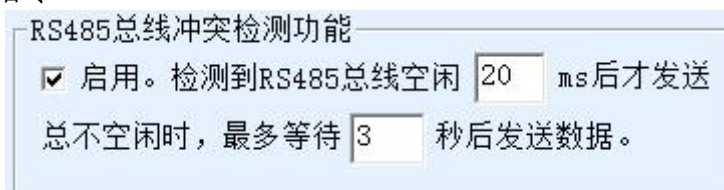

图 45 RS485 防冲突空闲时间
1. 图 45 所示为“RS485 总线防冲突时间”，一般可以设置为参数配置界面右下角的“数据包间隔”的两倍，但是最小不能小于 20。
此时需要注意的是需要将图 45 所示为“RS485 总线防冲突时间”和图 44 所示为“RS485 指令应答超时时间”的两个勾去掉。否则无法实现上述转发功能。